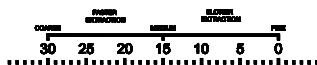
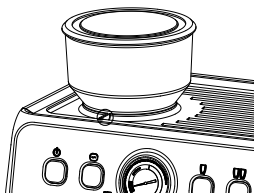

Fig. 4: el polvo de café va de fino a grueso, de 0 a 30. Un número mayor significa un café en polvo más grueso.
Fig. 5
En el recipiente de granos hay marcas que indican el nivel de molido del café (ver fig. 4). Para conseguir el nivel de molido de café preferido, asegúrate de que la posición del recipiente (1) que quieres en la caja de granos está alineada con la posición de la marca en el recipiente de granos (como se muestra en la fig. 5).